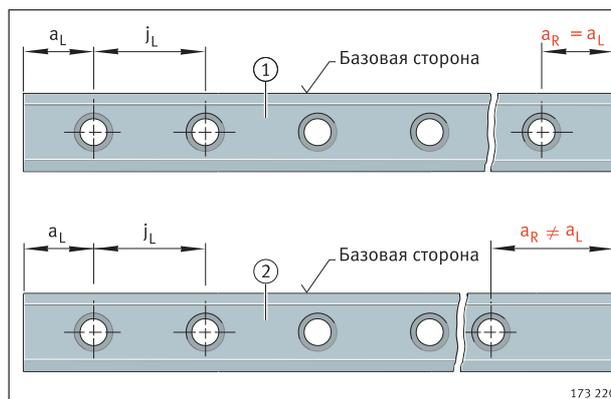

Рисунок 4 · Симметричное ① и несимметричное ② расположение отверстий в рельсах с одним рядом крепёжных отверстий.
■  $a_L \geq a_{L\min}$  и  $a_R \geq a_{R\min}$  (см. Рисунок 4).